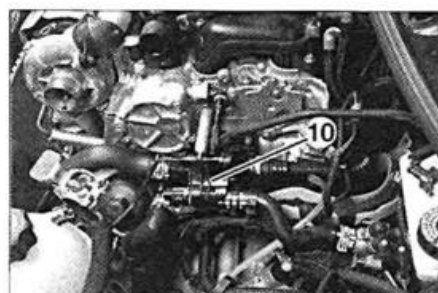

FIG. 48
- los 4 tornillos de fijación de la caja de salida de agua (10) (fig. 48) en la culata.